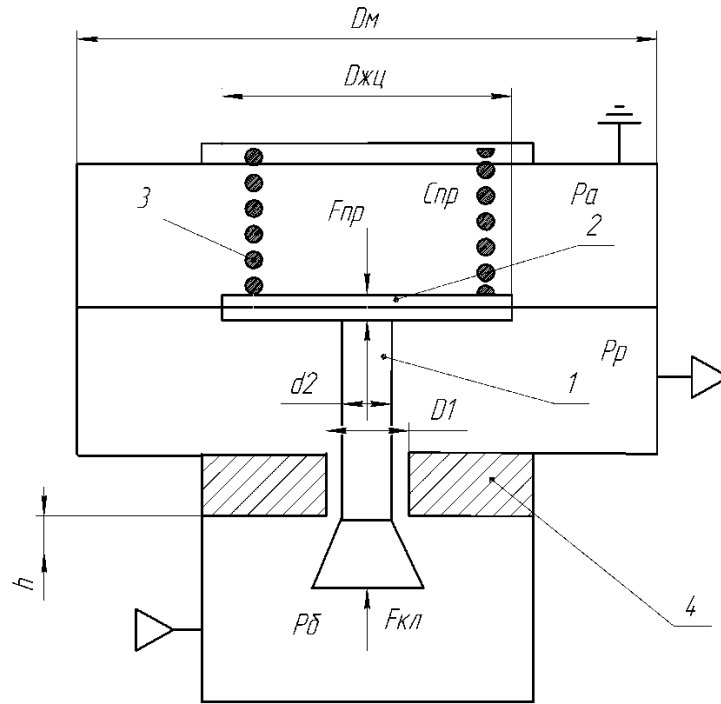

Рис. 6.
4. Составить математическая модель рабочего процесса редуктора дыхательного аппарата (рис.6).